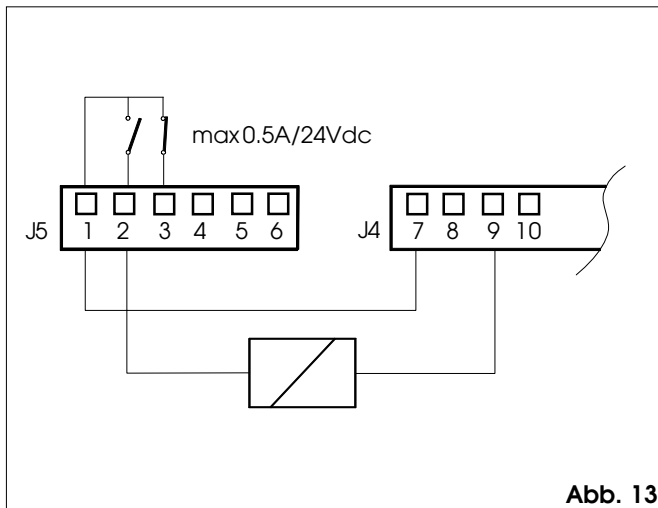

Abb. 13
Klemmenleiste J5 Anschluss der Relaisausgänge (Abb. 13, 14, 15)
- 2 Elektroschloss - Arbeitskontakt (max. Kapazität 0,5 A / 24 V) (Abb. 13)